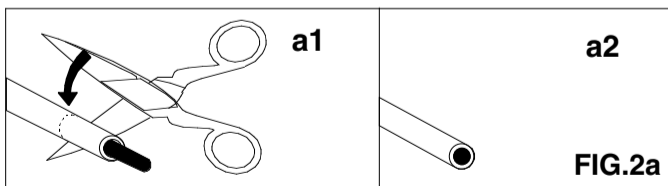

FIG.2a
- Connect the mains cable G to the appliance cable C by means of the 3 watertight terminals provided, carefully following the instructions in figure 2a/2b/2c in order.
- Connecter le câble d'alimentation G au câble de l'appareil C à l'aide des 3 bornes étanches fournies, en suivant attentivement les instructions de la figure 2a/2b/2c dans cet ordre.
- Verbinden Sie das Netzkabel G mit dem Gerätekabel C mit Hilfe der 3 mitgelieferten wasserdichten Klemmen und befolgen Sie dabei sorgfältig die Anweisungen in Abbildung 2a/2b/2c in der richtigen Reihenfolge.